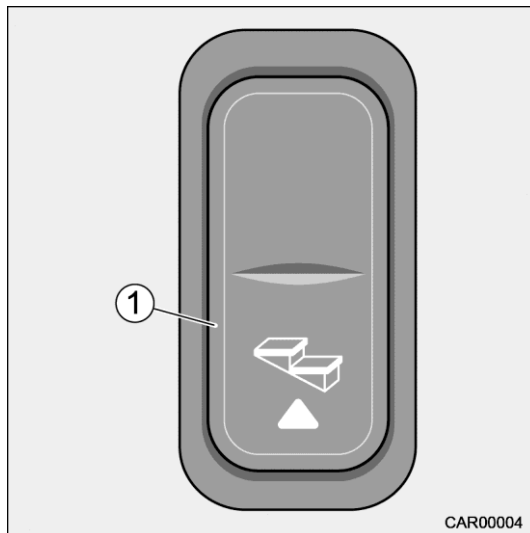

Fig. 9 Interrupteur en cabine
1. Appuyer sur l'interrupteur à bascule (Fig. 9/1) et le marche-pied rentre complètement.